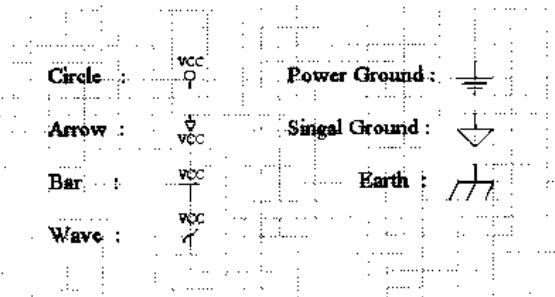

图 4-39 电源符号类型名及其显示
- Style: 电源的显示类型，有 Circle（圆圈形）、Arrow（箭头形）、Bar（T 形条）、Wave（波形）、Power Ground（电源地）、Signal Ground（信号地）和 Earth（大地）等类型可供选择。每种类型的电源符号与其显示的对应关系，如图 4-39 所示。